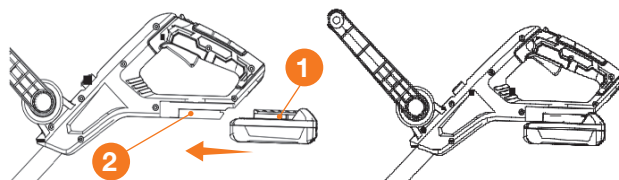

Рис. 6
1. Вставьте аккумулятор **1** в разъем **2** на рукоятке триммера (Рис. 6).
1. Подключите аккумулятор **1** (Рис. 6).